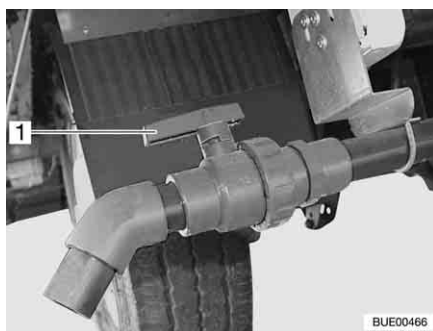

Bild 246 Avtappningskran
- Vrid utloppsventilens handtag (Bild 246,1) i flödesriktningen.